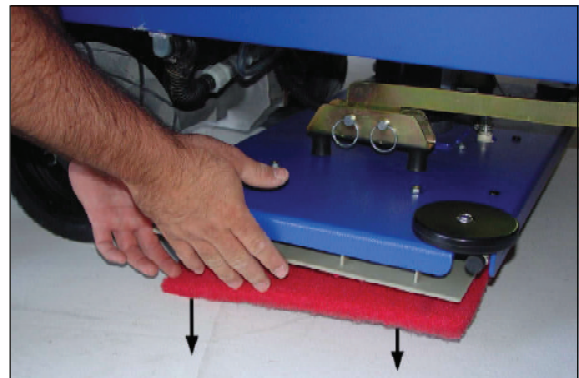

Abb. 16
5. Ziehen Sie die Bürste oder das Kissen nach unten, bis sich diese von den Flex-Platten lösen. Siehe Abb. 16.